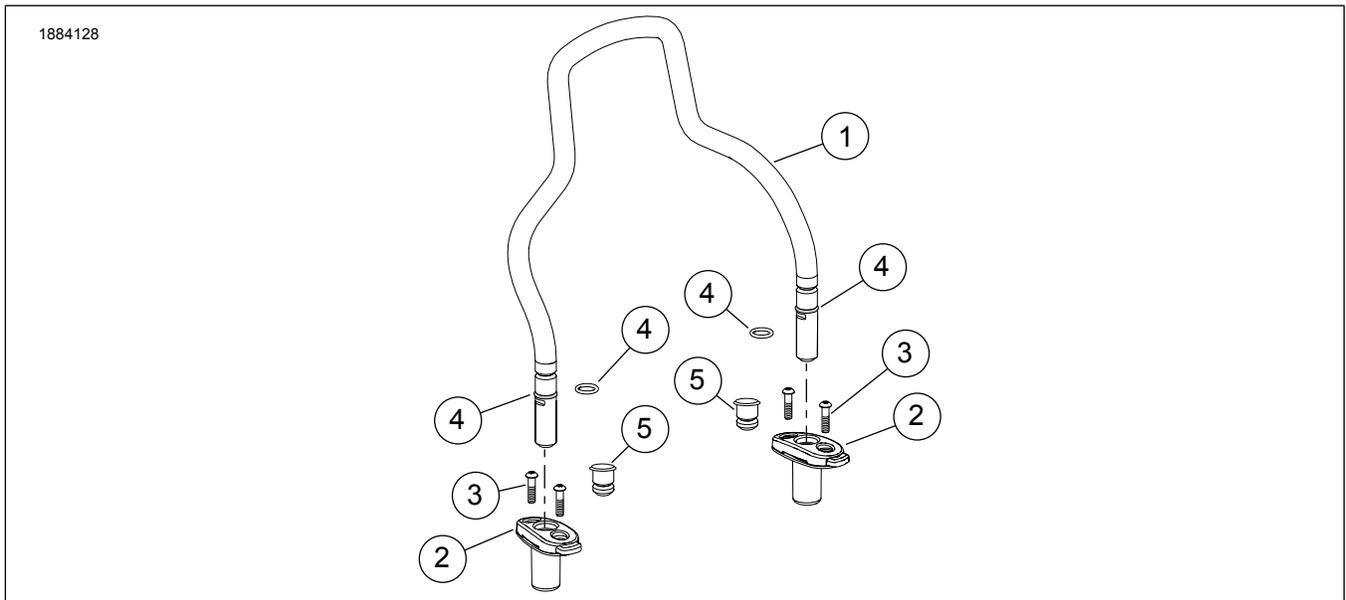
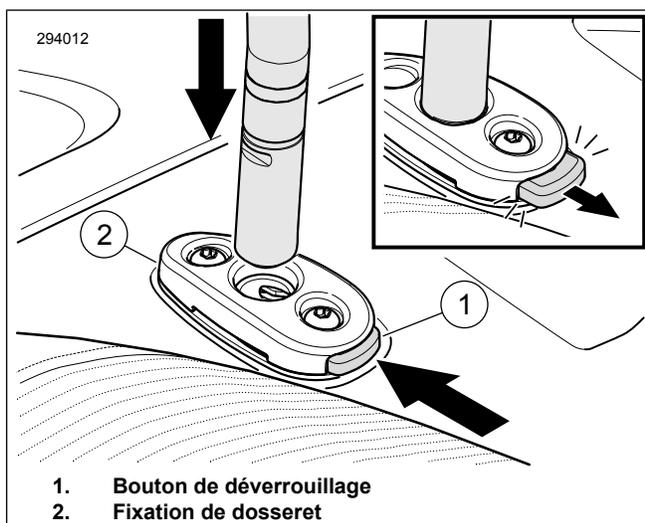

Figure 1. Contenu du kit : Kit du montant de barre sissy à dégagement rapide
Figure 3. Position verrouillée du bouton de déverrouillage
3. Figure 3 Aligner et installer à la verticale.
- a. Appuyez sur le bouton de déverrouillage (1) sur la fixation du dossier tout en insérant une des tiges du montant.
- b. Appuyez sur le bouton de déverrouillage (1) sur l'autre fixation du dossier tout en insérant la tige du montant opposée.
5. Figure 1 Si l'ajustement du montant n'est pas bien ajusté dans les fixations, retirez les joints toriques installés et remplacez-les par les joints toriques de plus grand diamètre. Répéter les étapes 3 et 4.
1. Figure 1 Lorsque le montant (1) est retiré, installez les bouchons (5).